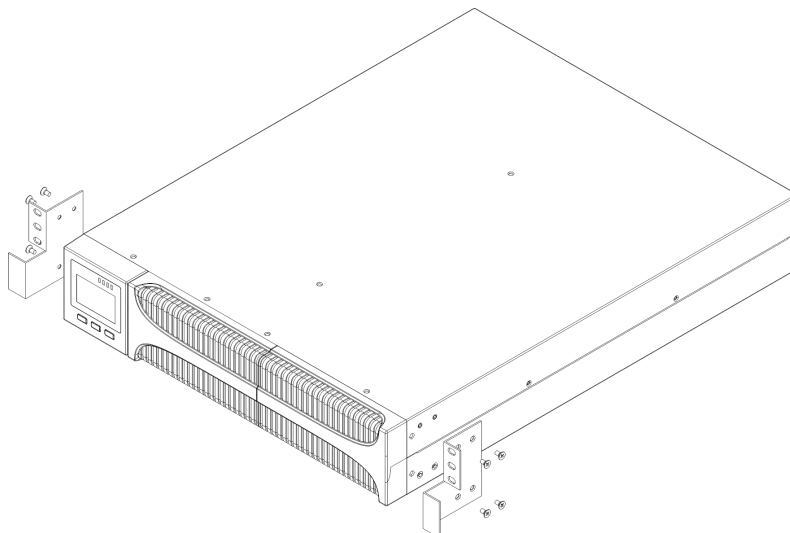

Figura 5.8: Instalação dos suportes do Company RT
- Remova os oito parafusos M4, quatro de cada lado do nobreak, e adicione o suporte de fixação usando estes mesmos parafusos, conforme a Figura 5.8.